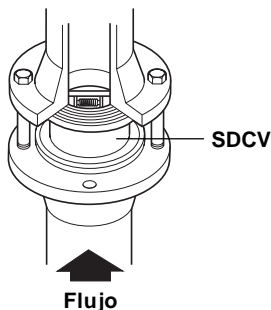

Fig. 1 Válvula de retención de disco SDCV instalada entre bridas
- 3.5. Se montan entre dos bridas (ver Fig.1). Se emplean juntas estándar así como tornillos largos y tuercas que **deben ser suministrados por el instalador**. Apretar los tornillos secuencialmente.